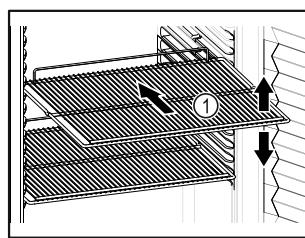

Fig. 82 Illustratīvs attēlojums
- Ja novietošanas režīgi Fig. 82 (1) ir novirzāmi, pielāgojiet tos pēc augstuma.